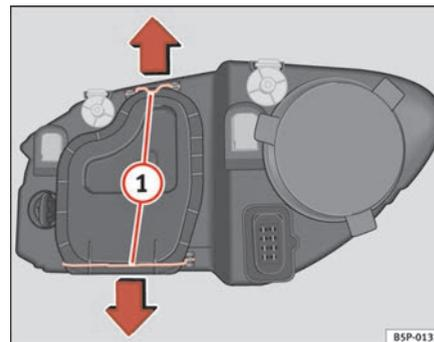

Fig. 184 Anabbaglianti
- Far scorrere i tiranti ⇒ pag. 268, fig. 184 ① nel senso della freccia e sfilare la chiusura.